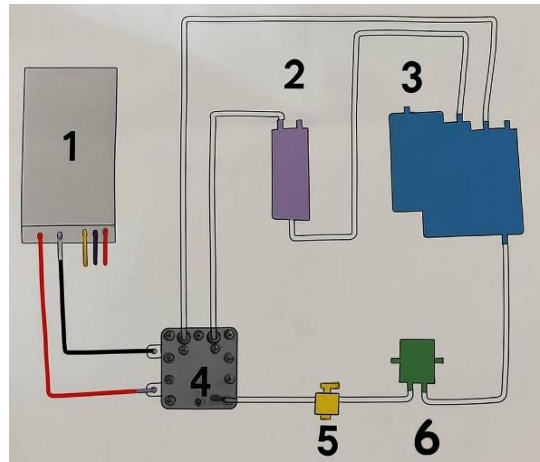

Figure 5 : Schéma de montage du dispositif
- Générateur HHO-Drycell (4) pour produire du gaz HHO ;
- Réservoir d'eau (3) pour stocker la solution électrolytique ;
- Cartouche filtrante (6) pour éliminer les impuretés présentes dans l'eau ;
- Séparateur eau-gaz (2) pour séparer l'hydrogène produit de l'eau ;
- Pompe de circulation (5) pour fait circuler l'eau dans le système ;
- Alimentation électrique (1) pour activer le processus d'électrolyse ;
- Ensemble de tuyauterie et câblage pour faire le câblage (figure 5) ;